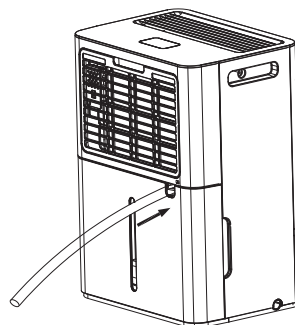

Рис. 5.
9. **Чистка фильтра (Рис. 5).** Достаньте фильтр, промойте его в мыльной воде, прополощите в чистой воде, высушите и вставьте на место. В среднем, необходимо проводить чистку фильтров не реже чем раз в две недели при постоянном использовании. иначе производительность прибора может снизиться.